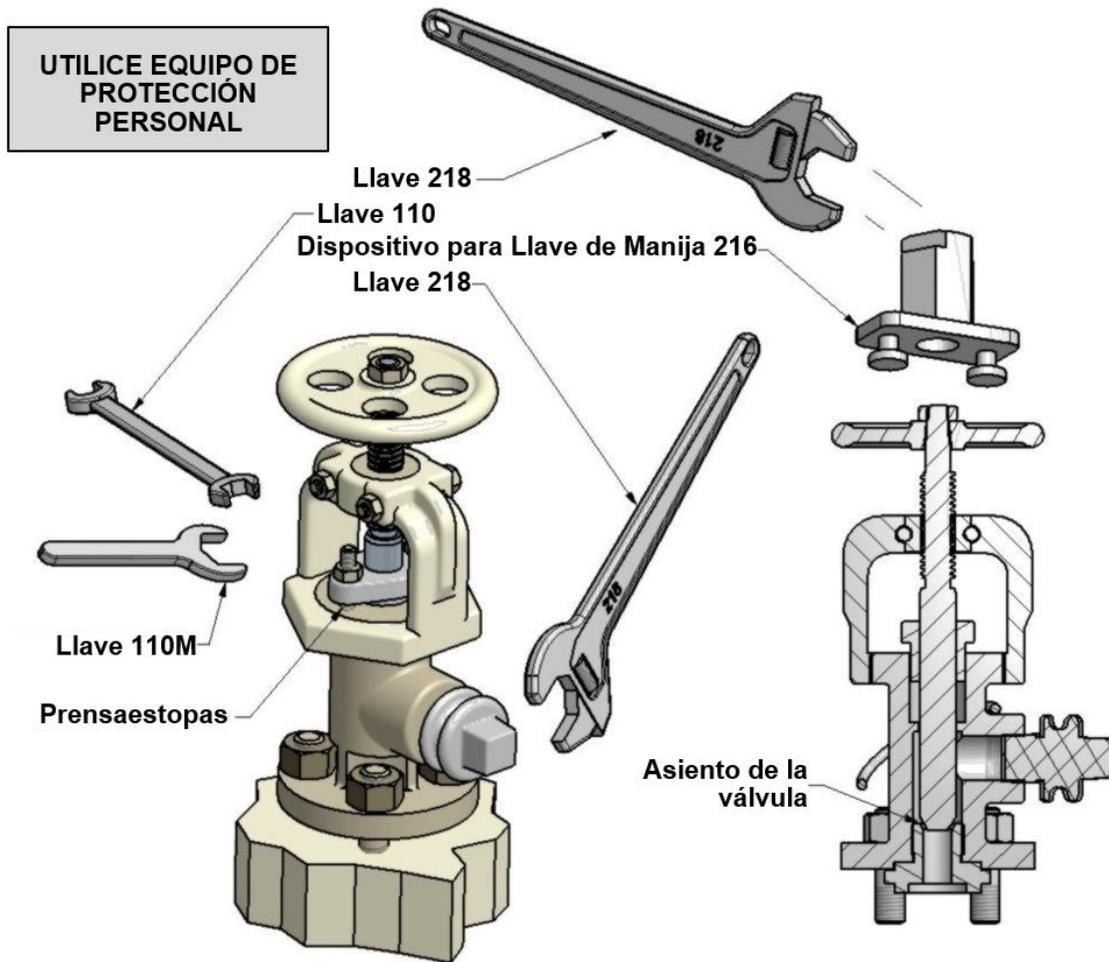

Figura 4.1 – Fugas en el Prensaestopas de la Válvula Angular y Herramientas Necesarias
- A) Cierre la válvula con la mano o utilice el DISPOSITIVO PARA LLAVE DE MANIJA 216 con la LLAVE 113, y la BARRA PARA LLAVE 113C, si se requiere de mayor fuerza vea la Figura 4.1. Esto deberá detener la fuga en el prensaestopas. Si no se detiene la fuga, entonces hay una fuga en el asiento de la válvula. Vea la Sección 4.2 sobre fugas en el asiento de la válvula.